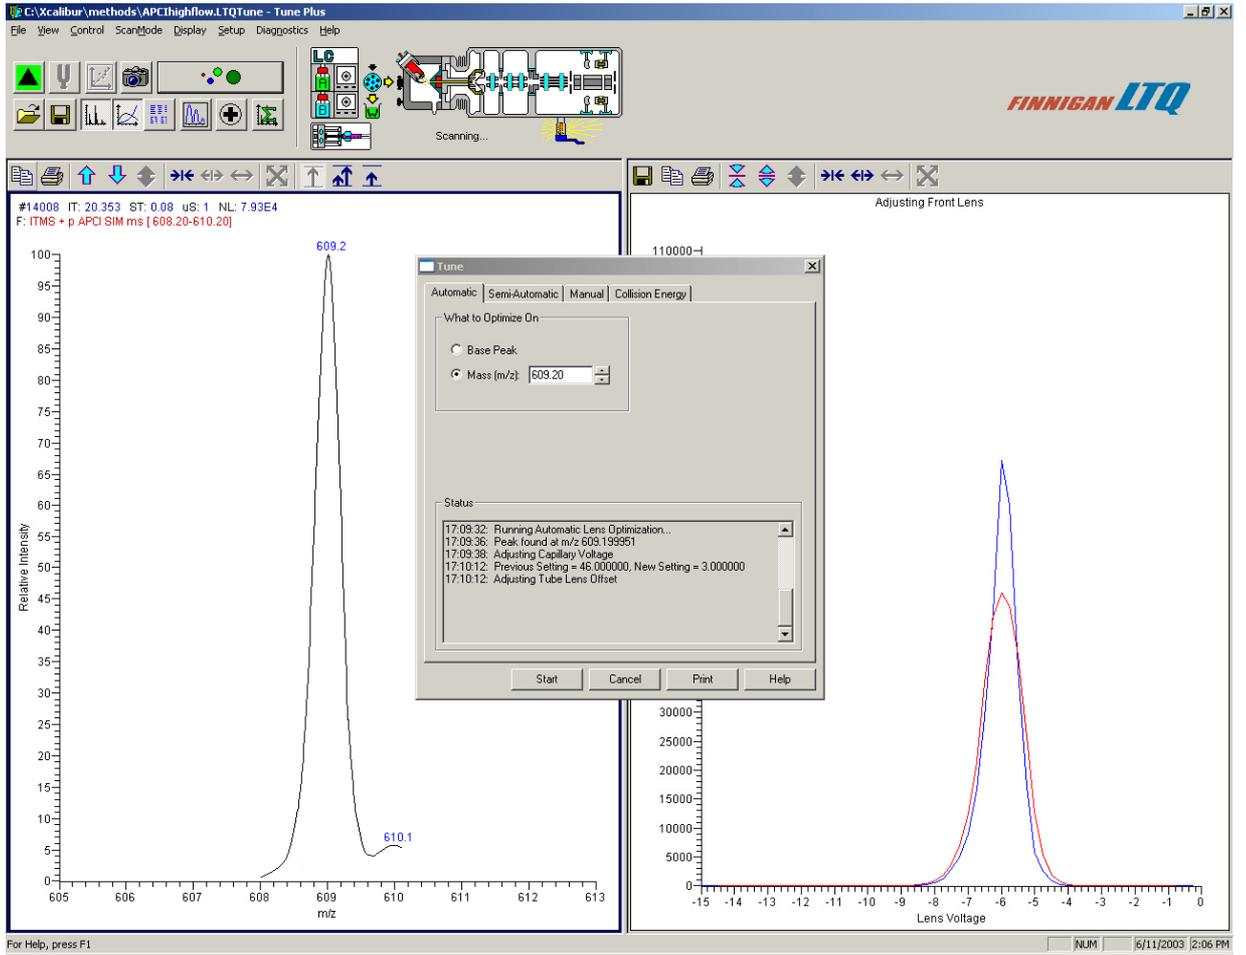

图 7-6. Tune Plus窗口的Tune 对话框，图中所示是自动调谐页面
7. 观察Tune Plus窗口和Tune对话框, 在进行自动调谐过程中, Finnigan LTQ MS质谱仪在Tune Plus窗口的Spectrum and Graph views界面显示出不同的检测结果并在 Tune 对话框的Status 选项框里显示出不同的信息。你的Tune Plus窗口应该与图7-6所示相同。